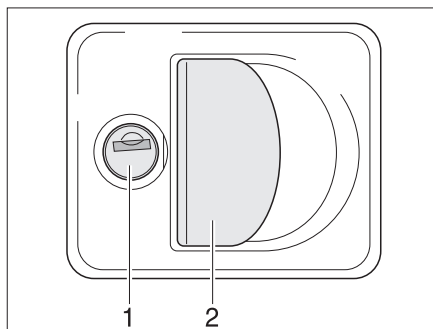

Fig. 50 Serratura dello sportello con impugnatura
- Inserire la chiave nel cilindro della serratura (Fig. 50,1) e ruotare di un quarto di giro. La serratura dello sportello è sbloccata.
- Tirare la maniglia della serratura (Fig. 50,2). In questo modo si apre lo sportello esterno.